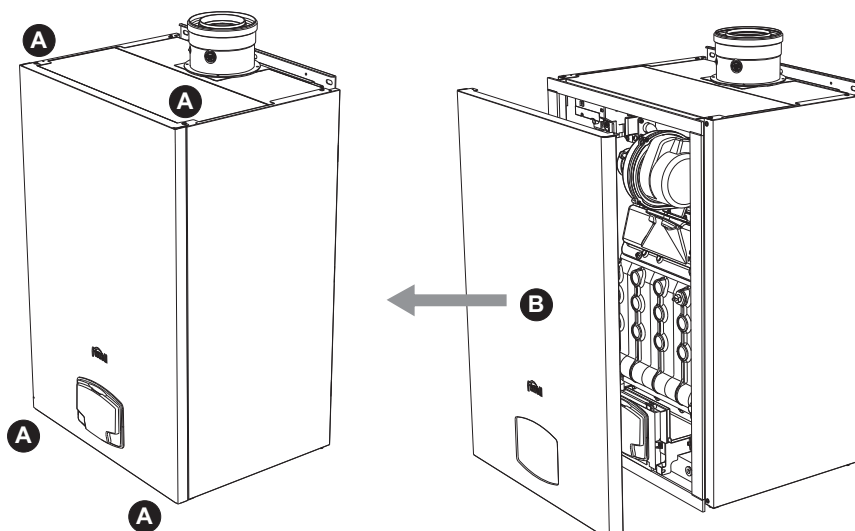

рис. 82- Открытие передней панели
1. Отвинтите винты **A** (см. рис. 82).